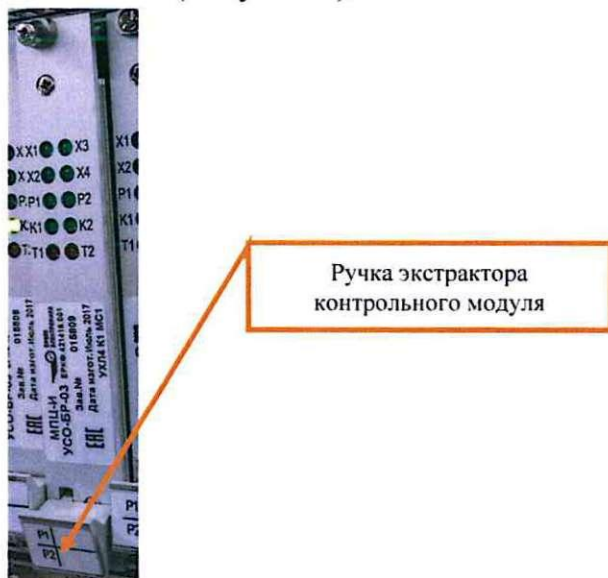

Рисунок 5. Ручка экстрактора контрольного модуля.
7.1.4 Нажать на ручку-экстрактор и изъять заменяемый контрольный модуль УСО-БР-03 (Рисунок 5).